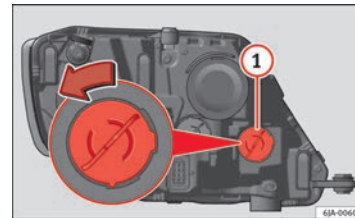

Abb. 151 Glühlampe für Blinklicht auswechseln
- Drehen Sie den Lampenträger ⇒ Abb. 151 ① gegen den Uhrzeigersinn und nehmen Sie ihn ab.